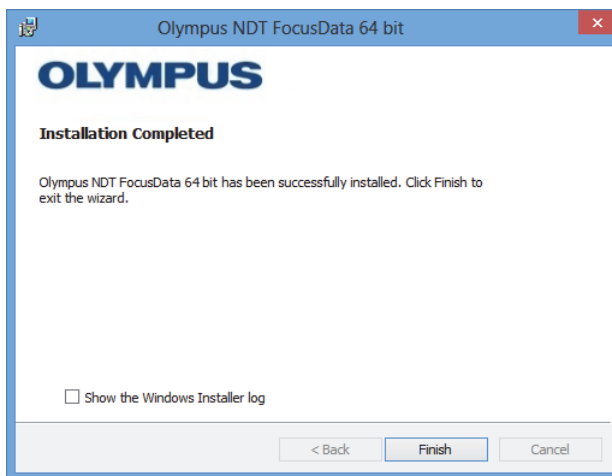

Figure 1-8 Page *Installation Complete*
7. Sur la page **Installation Complete** (Installation terminée), cliquez sur **Finish** (Terminer) [voir la Figure 1-8 à la page 18].